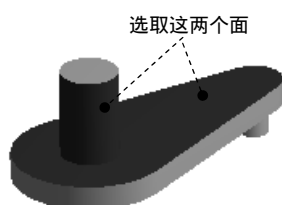

图 7.6.52 定义接触面
(1) 定义接触面。在 **Scope** 区域中单击以激活 **Contact** 后的文本框, 选取图 7.6.52 所示的模型表面为接触面, 单击 **Apply** 按钮。